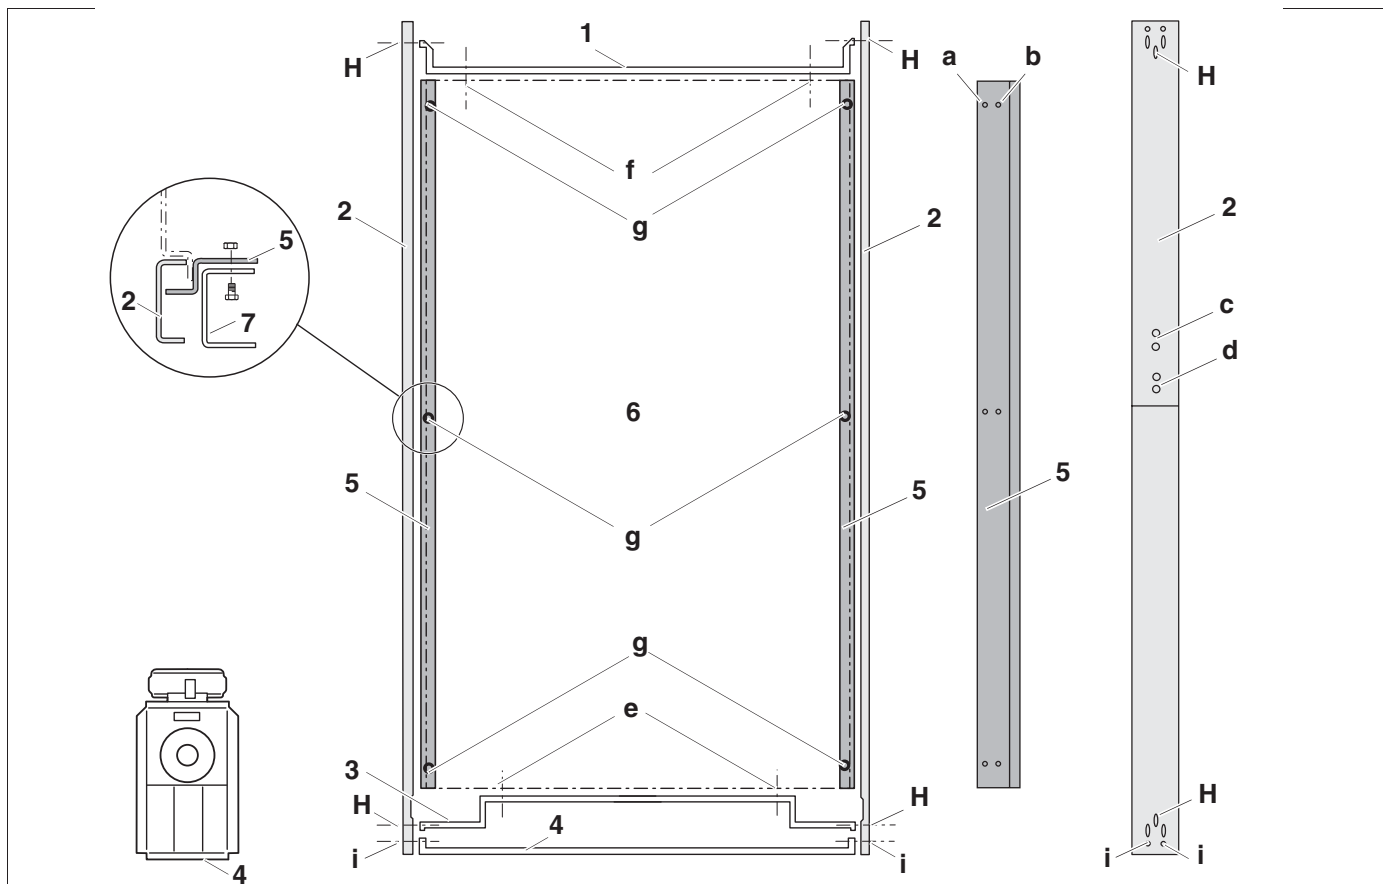

Рис.22 Нижние траверсы (вид сверху)
По приведенным далее монтажным операциям см. рис. 22, стр. 27.
- ▶ Боковые синие цокольные планки (рис. 22, [2]) состоят из двух частей и должны быть предварительно собраны (рис. 22, [d]): положение винтов для 790 кВт и Рис. 22[с]: положение винтов для котлов 970 кВт и 1200 кВт. Обе части цокольной планки установите по центру за накладкой и выровняйте в горизонтальной плоскости.
- ▶ Закрепите левую и правую цокольные планки (рис. 22, [2]) к траверсе спереди и сзади (рис. 22, [1] и [3]), повернув по одному винту [h].
- ▶ Закрепите синюю переднюю цокольную планку (рис. 22, [4]) спереди к правой и левой цокольным планкам (рис. 22, [2]) 2 винтами (рис. 22, [i]).